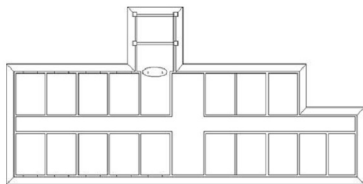

图 2.75 删除短线
③ 在创建关联阵列 [是(Y)/否(N)] <是>: 提示下, 输入“N”后按 Enter 键。这样被阵列出的图形之间是独立的。
④ 在选择夹点以编辑阵列或 [关联(AS)/基点(B)/计数(COU)/间距(S)/列数(COL)/行数(R)/层数(L)/退出(X)] <退出>: 提示下, 输入“R”。
⑤ 在输入行数或 [表达式(E)] <3>: 提示下, 输入“4”。
⑥ 在指定行数之间的距离或 [总计(T)/表达式(E)] <3.0000>: 提示下, 输入“-12900”。
⑦ 在指定行数之间的标高增量或 [表达式(E)] <0.0000>: 提示下, 按 Enter 键。
⑧ 在选择夹点以编辑阵列或 [关联(AS)/基点(B)/计数(COU)/间距(S)/列数(COL)/行数(R)/层数(L)/退出(X)] <退出>: 提示下, 输入“COL”。
⑨ 在输入列数或 [表达式(E)] <4>: 提示下, 输入“5”。
⑩ 在指定列数之间的距离或 [总计(T)/表达式(E)] <2700.0000>: 提示下, 输入“3900”。
⑪ 在选择夹点以编辑阵列或 [关联(AS)/基点(B)/计数(COU)/间距(S)/列数(COL)/行数(R)/层数(L)/退出(X)] <退出>: 提示下, 按 Enter 键结束命令。
(2) 将图 2.75 中圆圈所圈定的两个短线删除。